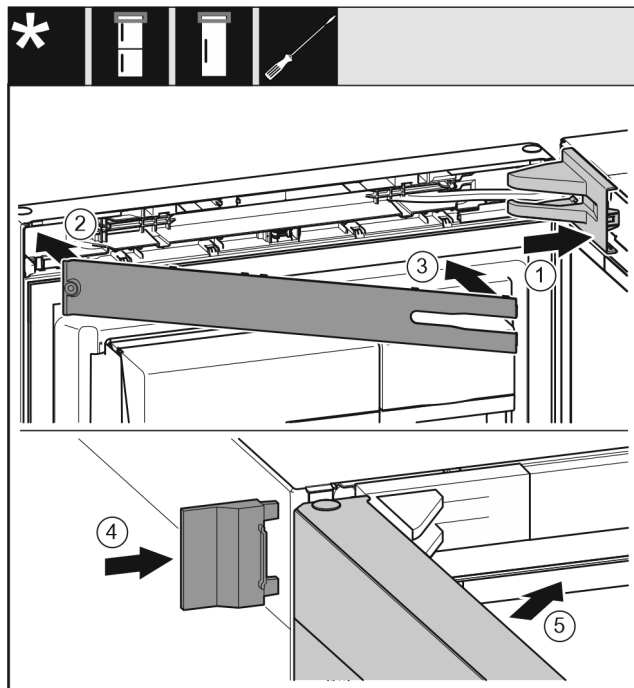

Fig. 72
- ▶ Założyć osłonę płytki zawiasu Fig. 72 (1) i zażębić, ew. ostrożnie odsunąć.
- ▶ Założyć zaślepkę Fig. 72 (2).
- ▶ Przechylić i zażębić zaślepkę Fig. 72 (3).
- ▶ Wsunąć zewnętrzną osłonę Fig. 72 (4).
- ▶ Zamknąć górne drzwi Fig. 72 (5).